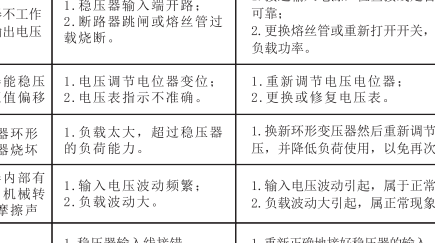

图10: 单相15kVA~30kVA电气原理框图
4.3 单相15kVA~30kVA采用补偿线路,电气原理框图见图10。